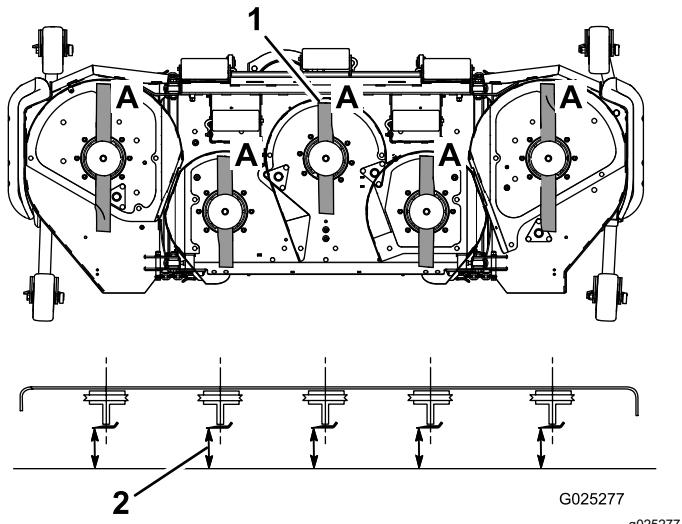

Рисунок 26
3. Поверните ножи так, чтобы их концы были направлены вперед и назад (Рисунок 26).
4. Измерьте расстояние от горизонтальной поверхности до режущей кромки ножей в положении A, (Рисунок 26). Запишите результат измерения.